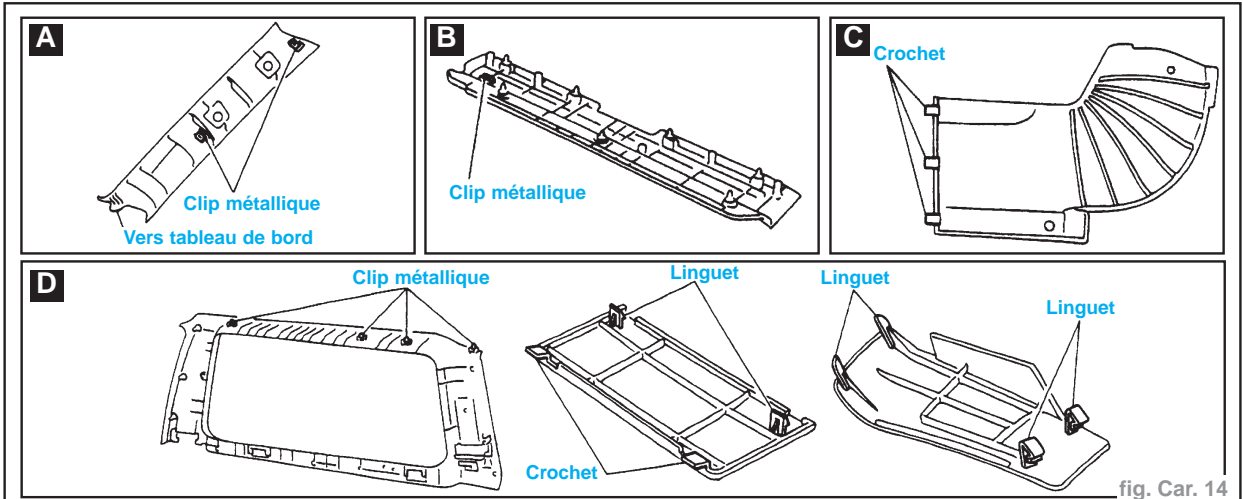

fig. Car. 14
- Voir (fig. Car. 14 et 15)
- 3 Les bordures de marche pied (A).
- 7 Les garnitures du montant avant (B).